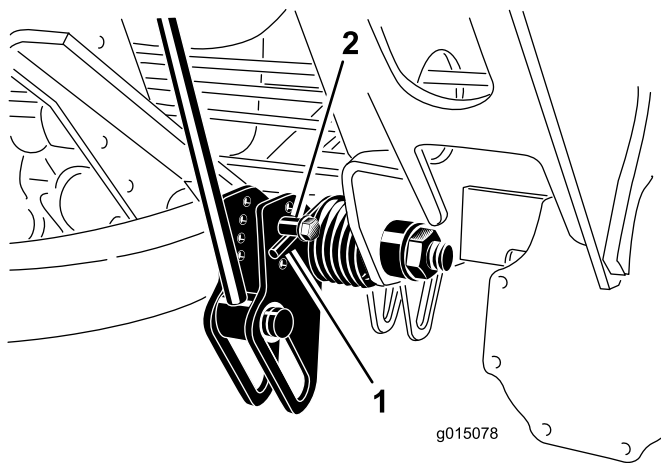

Figure 39
2. Insérez un tube ou un objet similaire sur l'extrémité longue du ressort pour détendre le ressort pendant le réglage (Figure 39).
3. Tout en détendant le ressort, retirez le boulon et le contre-écrou de fixation de l'actionneur de ressort au support (Figure 39).